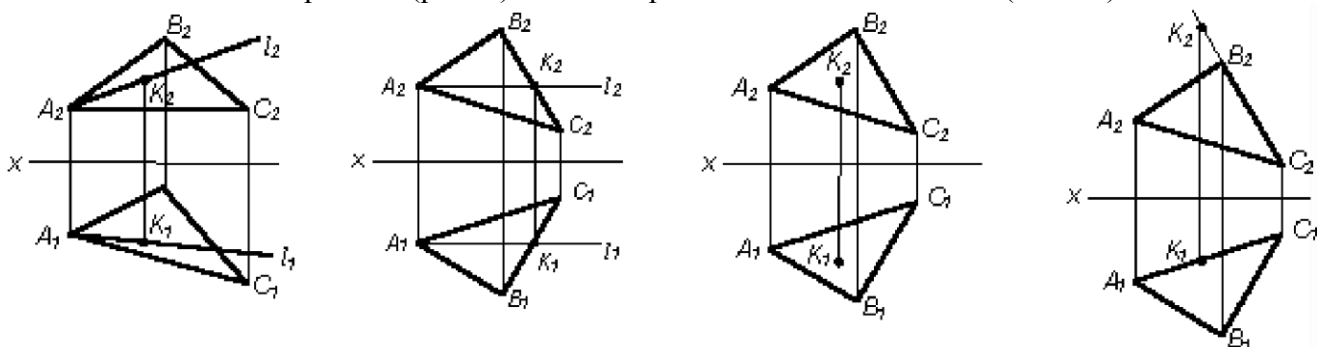

Рис. 3
4. На каком из чертежей (рис. 3) точка K принадлежит плоскости $\square (\triangle ABC)$?